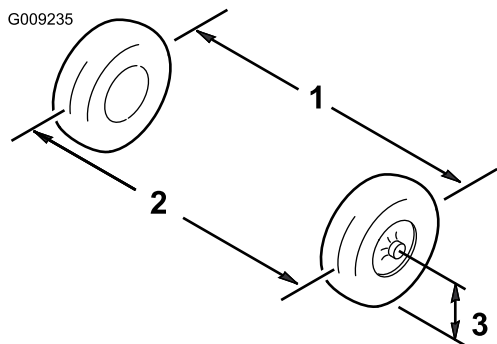

Figure 48
1. Mesurez la distance entre les roues avant à hauteur d'essieu, à l'avant et à l'arrière des roues (Figure 48).